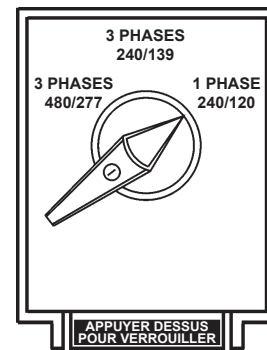

**Figure 42. Commutateur de sélection de tension**
1. Placer le **commutateur de sélection de tension** dans la position de tension désirée (Figure 42).